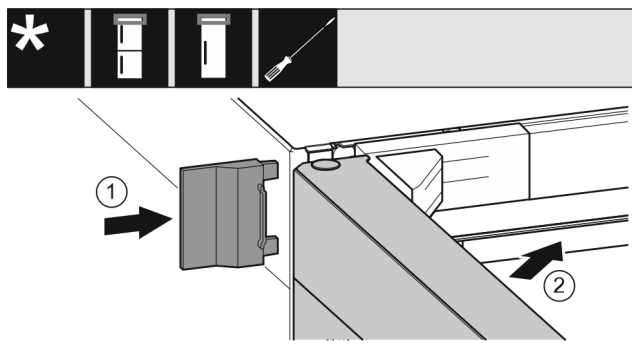

Fig. 41
- ▶ Tolja fel a külső fedelet Fig. 41 (1).
- ▶ Csukja be a felső ajtót Fig. 41 (2).